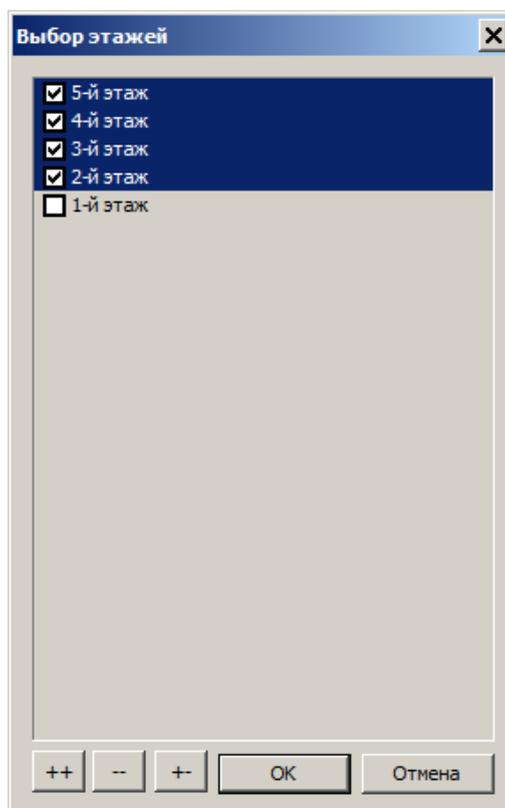

Рис.6.22. Диалоговое окно **Выбор этажей**
- Вызовите диалоговое окно **Выбор этажей** (рис.6.22) щелчком по кнопке  - **Вставить на выбранные этажи** (панель **Корректировка** на вкладке **Редактирование**).